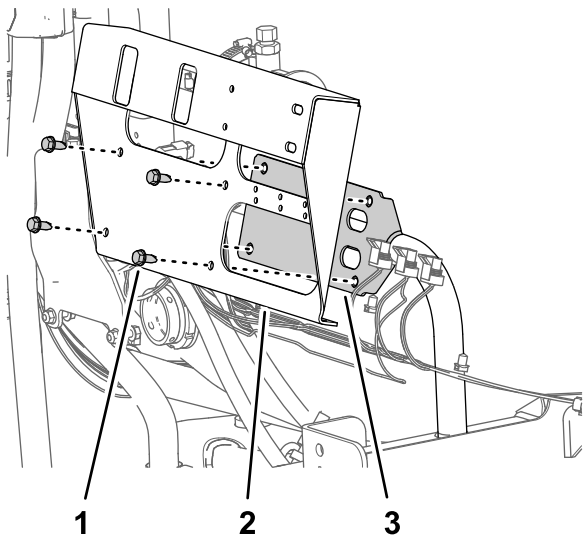

Figura 73
- Retire os quatro parafusos de cabeça flangeada (5/16 pol. x 3/4 pol.) que prendem o suporte da válvula de secção da montagem da válvula e retire o suporte da válvula da máquina (**Figura 73**).